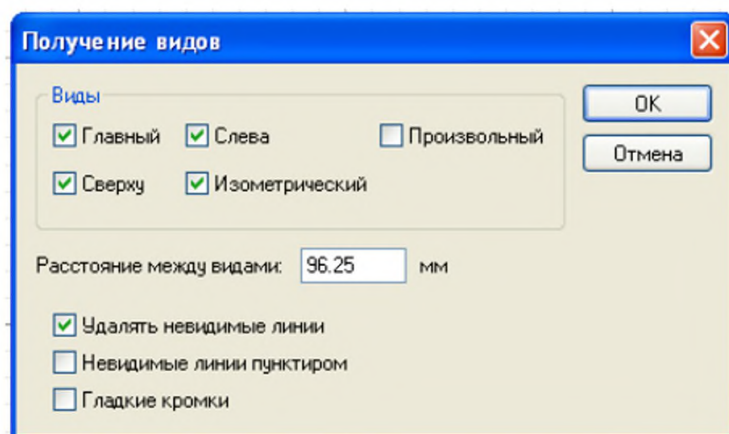

Рис. 5.4
2. Появится диалоговое окно **Получение видов** (рис. 5.4). В нем нужно отметить флажками виды, которые требуется построить, указать расстояние между видами.